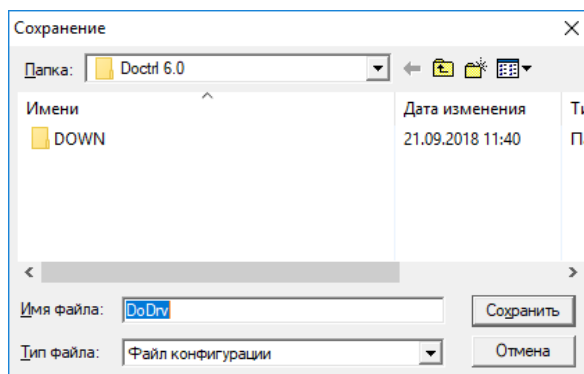

Рисунок 26 – Выбор файла команды «Принять файл конфигурации»
- Рисунок 26 – Выбор файла команды «Принять файл конфигурации»